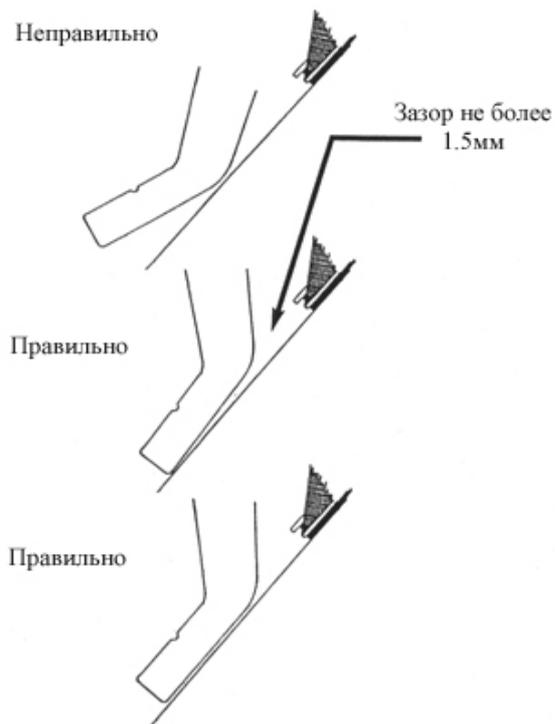

Рис.5
5. Расположите ногу, прижав ее к стеклу (рис. 5)